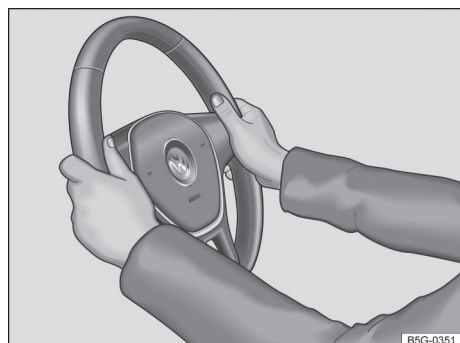

Fig. 56 En el volante: posición 9 y 3 horas.
- Ajustar la posición del volante de forma que pueda sostenerlo lateralmente por el borde exterior *posición equivalente a las 9 y a las 3 horas* → fig. 56 con ambas manos y los brazos ligeramente doblados.
- Presionar la palanca ① siempre firmemente hacia arriba después del ajuste para que el volante no cambie su posición mientras conduce.
- Durante la marcha, siempre sujete el volante con ambas manos, de forma lateral, por el borde exterior en la posición de 9h y 3h → fig. 56, para reducir lesiones causadas al dispararse el airbag frontal del conductor.